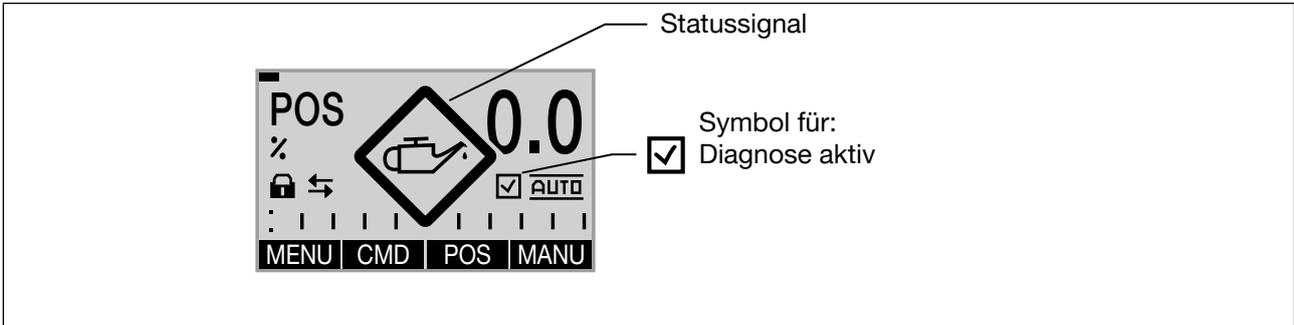

Bild 92: Beispiel für eine Diagnosemeldung
**!** Die aktive Diagnose wird auf dem Display der Prozessebene mit einem Häkchen-Symbol  angezeigt. Siehe Bild 92